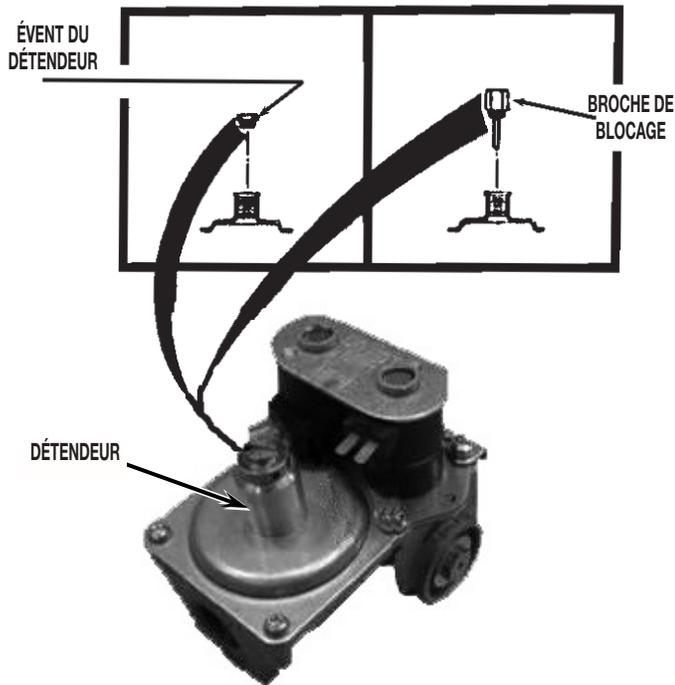

FIGURE 23
28. Ôter le bouchon d'évent du détendeur (dispositif de limitation du volume de fuite). Consulter la Figure 23. Passer à l'étape 32.